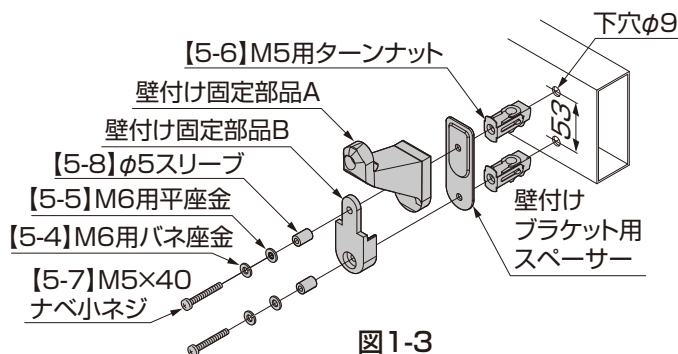

図1-3
- ①形材取付け面にφ9の下穴をあけて、【5-6】を挿入してください。
- ②壁付け固定部品A、壁付け固定部品B、壁付けブラケット用スペーサーを、【5-7】、【5-4】、【5-5】、【5-8】で【5-6】に固定してください。(図1-3参照)